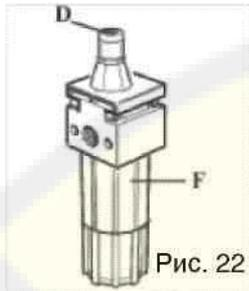

Рис. 22
- Проверять уровень масла в смазочном бачке. При необходимости доливать масло, отвинтив крышку бачка F. Следует использовать только масло класса ISOHG по классификации вязкости ISO VG для пневматических систем (например, такие сорта как ESSO Febis K32; Mobil Vacouline Oil 1045; KLUBER Airpress 32). (Рис. 22)
- Следует удостовериться, что через каждые 3-4 нажатия педали U в бачок F попадает капля масла. Если этого не происходит, следует провести регулировку установочным винтом D (Рис. 22).